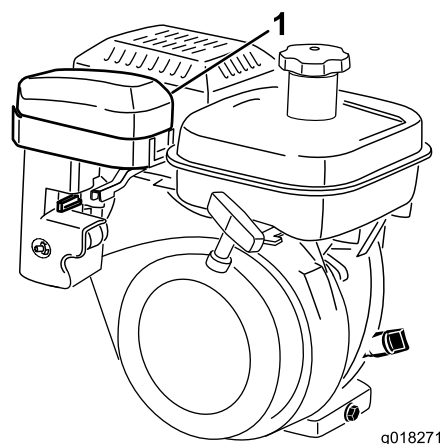
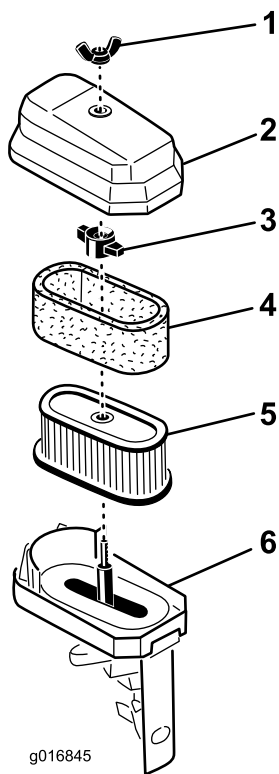

Figura 32
Figura 33
3. Pulite accuratamente il coperchio (Figura 32 e Figura 33).
4. Se l'elemento in schiuma sintetica è sporco, rimuovetelo dall'elemento di carta (Figura 33). e pulitelo accuratamente.